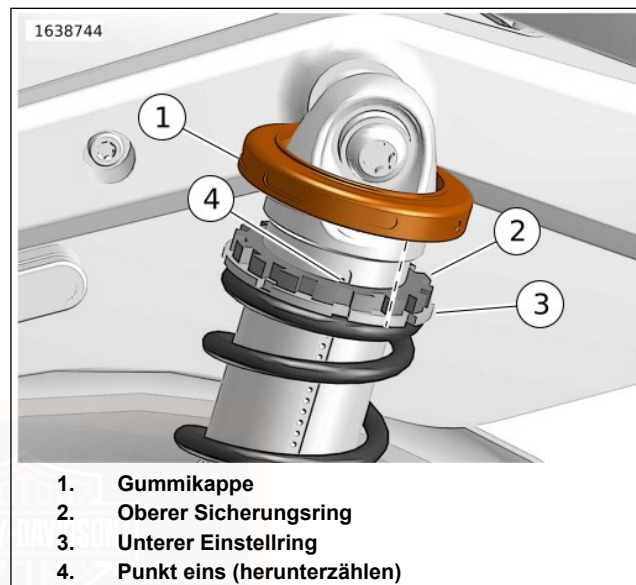

Abbildung 16. Pfeil zur Einstellung der Vorspannung (Gummimanschette zur Verdeutlichung angehoben)
3. Siehe Abbildung 16. Heben Sie die Gummikappe (1) über den oberen Sicherungsring (2) an.
Siehe Abbildung 16. Den unteren Einstellring (3) im Uhrzeigersinn drehen, um die Vorspannung zu erhöhen. Den unteren Einstellring (2) gegen den Uhrzeigersinn drehen, um die Vorspannung zu senken.
Siehe Abbildung 16. Vom obersten Punkt (4) auf der Punkteskala des Stoßdämpfers nach unten zählen, um den empfohlenen Vorspannungspunkt zu ermitteln.
8. Die Hälfte des empfohlenen Vorspannungspunktes (4) mit dem oberen Sicherungsring abdecken.
9. Schraubenschlüssel verwenden um den unteren Einstellring per hand gegen den oberen Verschlussring (5) anzuziehen.
10. Siehe Abbildung 16. Gummikappe (1) in Position einbauen.